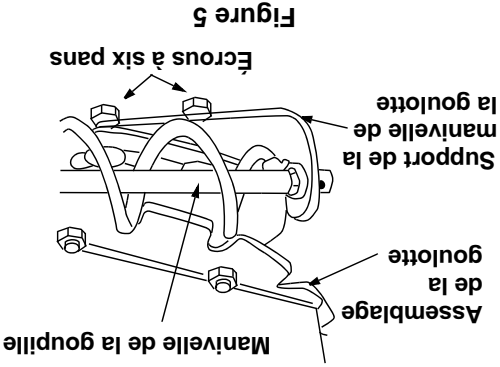

Figure 5
- Les écrous à six pans du support de la manivelle de la goulotte étant desserrés, et ajustez celui-ci (voir la Figure 5) de manière que la partie hélicoïdale de la manivelle s'engrène bien avec les dents de la goulotte. Serrez les écrous sur les support de la manivelle inférieure.